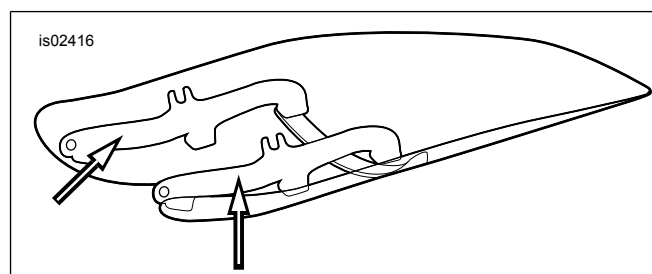

Рисунок 1. Монтажные кронштейны ветрового стекла
1. См. Рисунок 1. Положите подузел ветрового стекла лицевой поверхностью вниз на чистую мягкую поверхность таким образом, чтобы монтажные кронштейны были обращены вверх.